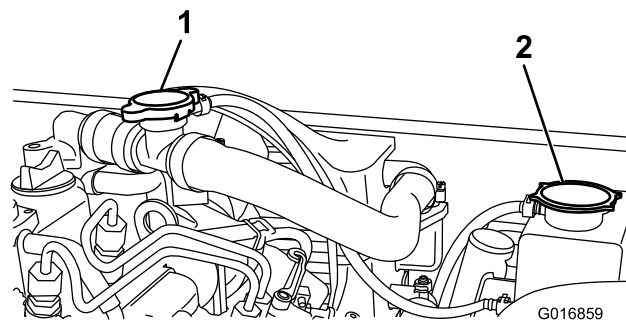

Figura 37
2. Togliete il tappo di rifornimento (Figura 37) e riempite con refrigerante.
3. Riposizionate il tappo di rifornimento e rimuovete il tappo del serbatoio di troppopieno del radiatore (Figura 37).
2. Rimuovete il tappo dal serbatoio di troppopieno del radiatore (Figura 37).